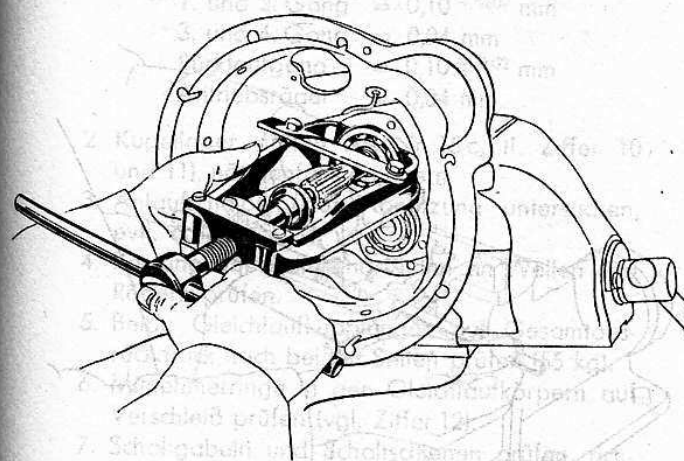

Bild 95
- Lager an der Ringnut fassen und herausziehen kann. Ölscheibe abnehmen (Bild 95).